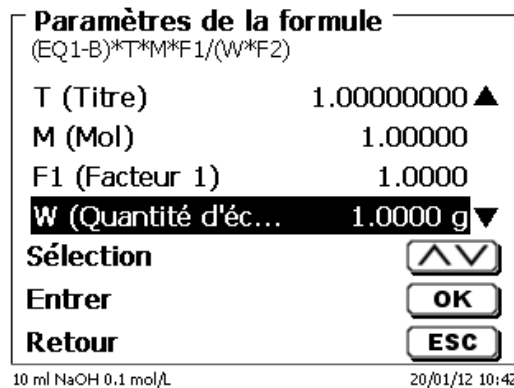
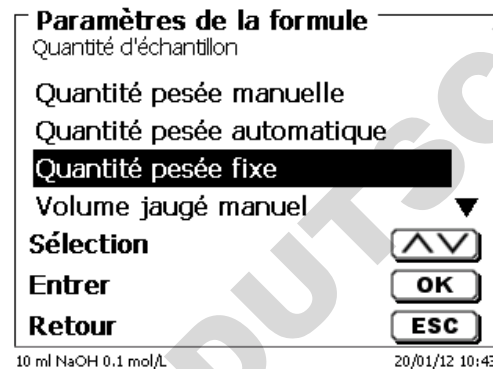

Fig. 52
Fig. 53
Pour la quantité d'échantillon (W) (Fig. 52), l'utilisateur choisit s'il désire utiliser une quantité pesée ou un volume d'échantillon pour le titrage ou la préparation de la solution (Fig. 53).